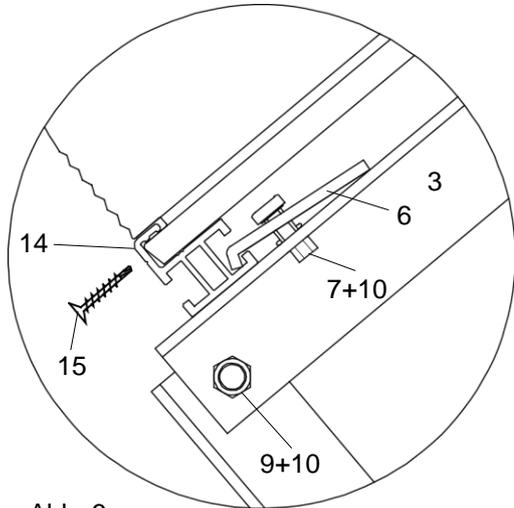

Abb. 6
7. Fixieren Sie das Befestigungsprofil (14) unten mit den Spannklemmen (6), den Torbandschrauben (7) und Sperrzahnmutter (10) am Schrägteil in den dafür vorgesehenen Bohrungen (Abb. 6).
8. Die Trägerplatte (1) wird nun mit ausreichend Kies beschwert. Der Abstand zwischen Auflageprofil unten (Kollektorunterkante) und Kiesschüttung muss mindestens 15 cm betragen, um die einwandfreie Belüftung der Kollektoren zu garantieren. Die Kollektoren sind mit einer Kiesschüttung von mind. 10 cm oder einer *der Statik genügenden Höhe* zu beschweren (Kies mit Körnung 16/32, Rohdichte 1.800 kg/m³). **Insbesondere sind die Normen EN 1991-1, DIN 1055 bzw. ÖNORM M7778 zu berücksichtigen (statische Berechnung)!**
9. Legen Sie die Kollektoren auf das untere Befestigungsprofil (14). Schieben Sie das obere Befestigungsprofil in die am Kollektor dafür vorgesehene Nut (Abb. 6 + 7). Die hydraulische Verbindung zwischen den einzelnen Kollektoren erfolgt über die Anschlussverschraubung (bereits am Kollektor vormontiert). Ziehen Sie diese mittels 2 Gabelschlüssel fest, um den richtigen Abstand zwischen den Kollektoren zu erhalten.